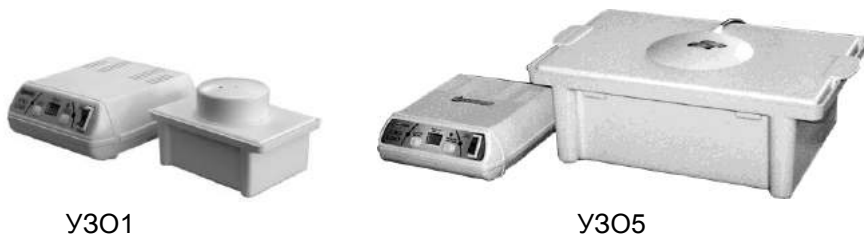

Рис. 20
- 5 Установите УЗ-излучатель в рабочее положение (рис. 20).
6 Подключите ультразвуковой генератор к электрической сети (рис. 20) и включите его выключателем сетевого питания. При этом загорается индикатор «СЕТЬ», а на цифровом индикаторе «ВРЕМЯ» отображается продолжительность предыдущей обработки. При необходимости может быть установлена новая продолжительность обработки (см. раздел «Подготовка к работе»).
- установить УЗ-излучатель в рабочее положение, рис. 20;